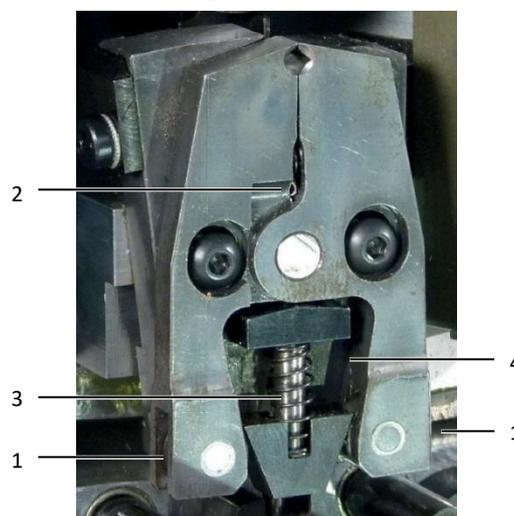

Abb. 26: Crimpwerkzeug
- Prüfen Sie, ob die Laufrollen (Abb. 26, Pos. 1) am Crimpwerkzeug leichtgängig sind.
- Prüfen Sie, ob die Laufrollen (Abb. 26, Pos. 2) an der Hülsenhaltezange leichtgängig sind.
- Ölen Sie den Führungsstift (Abb. 26, Pos. 3) der Hülsenhalteeinheit.
- Ölen Sie die seitlichen Laufflächen (Abb. 26, Pos. 4) der Hülsenhalteeinheit.